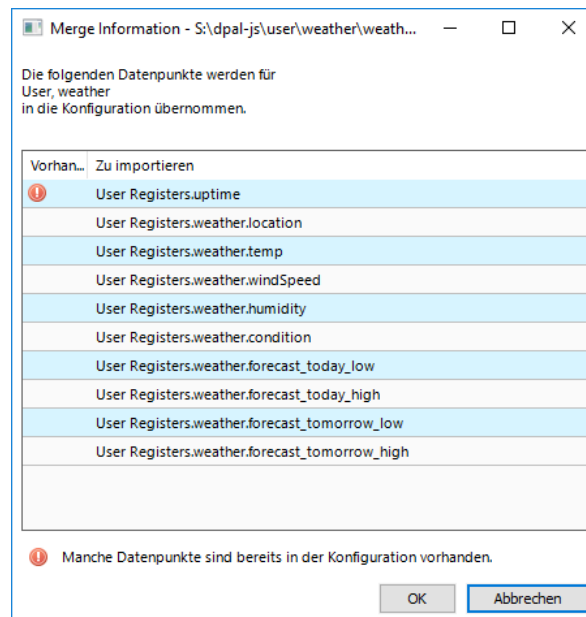

Abbildung 224: Einfügen von Datenpunkten an seiner Skript-Ressource
4. Wenn die Skript-Ressource eine Datenpunkt-konfiguration enthält, werden User Register und Favoriten daraus in die bestehende Konfiguration eingefügt. Ein Dialog wie in Abbildung 224 listet die einzufügenden Datenpunkte auf und weist eventuelle Konflikte aus. Bereits existierende Datenpunkte werden nicht überschrieben.